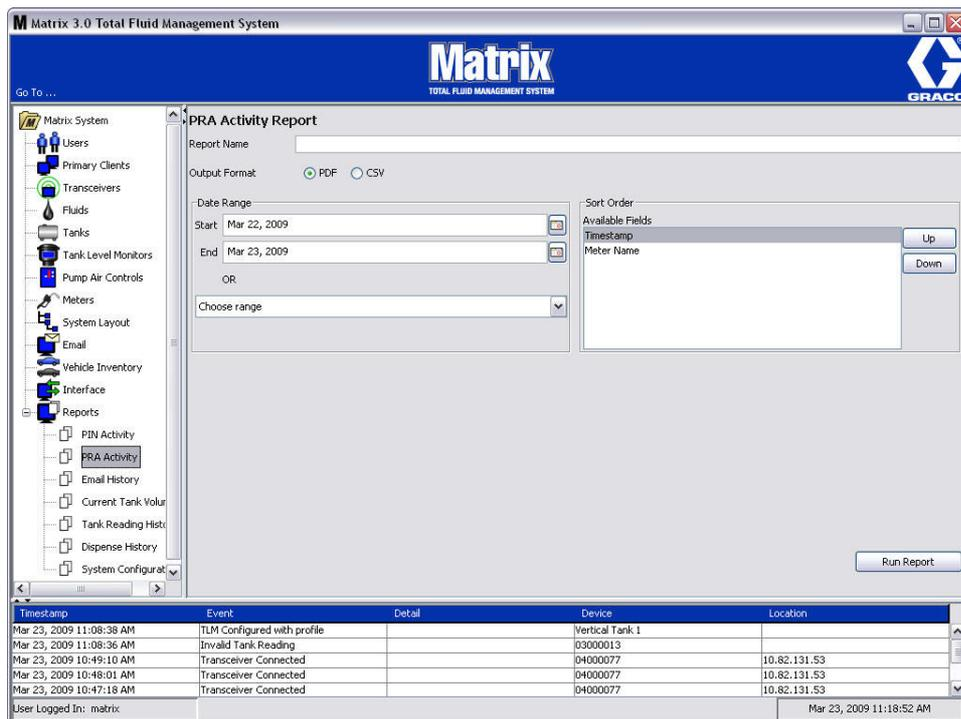

FIG. 169
- Pantalla de actividad de PRA (Fig. 169)